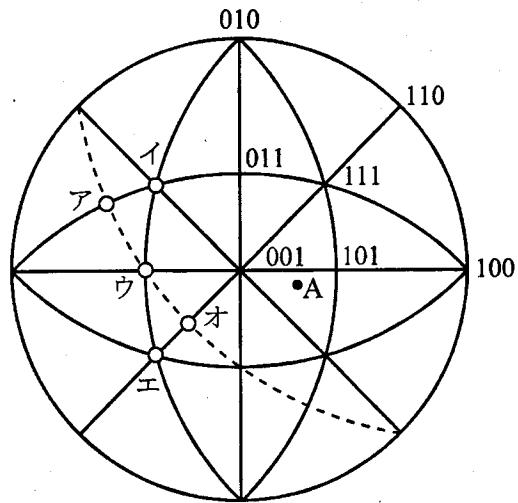

図5-1 立方晶の001ステレオ投影図
問1. 図5-1は、立方晶の001ステレオ投影図である。図中の点線は[111]晶帶軸に対応する晶帶を示している。図中の●で示したA方向を引張軸に選び、面心立方晶金属単結晶を一軸引張変形させたとき、主すべり系が活動した。
- (1) 主すべり系のすべり面を答えよ。
- (2) 主すべり転位がらせん転位であるとき、その転位線の方向を答えよ。
- (3) 主すべり転位が刃状転位であるとき、その転位線の方向は、図5-1に○で示したアからオの方向のいずれとなるか。アからオの記号で答えよ。
- (4) 引張方向と主すべり方向のなす角度、および引張方向と主すべり面法線のなす角度がともに45°であるとき、シュミット因子の値を答えよ。